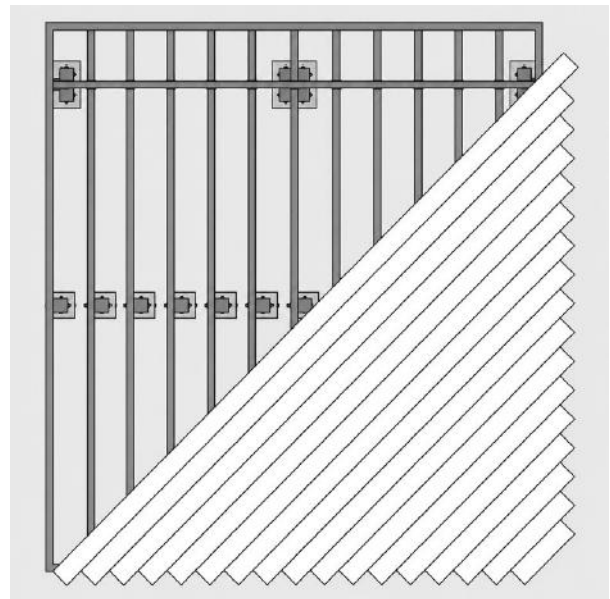

FIG. 12 – DIELEN SCHRITTWEISE ZU DEN ECKEN VERLEGT
- 02 Nach dem Verlegen der mittleren Diele verlegen Sie jede Diele schrittweise nach außen zu den Ecken der Unterkonstruktion (fig. 12): Dielenverschnitt kann aufbewahrt und für den Abschluss der Ecken verwendet werden; lassen Sie einen leichten Überstand über die Kante der Unterkonstruktion zu.